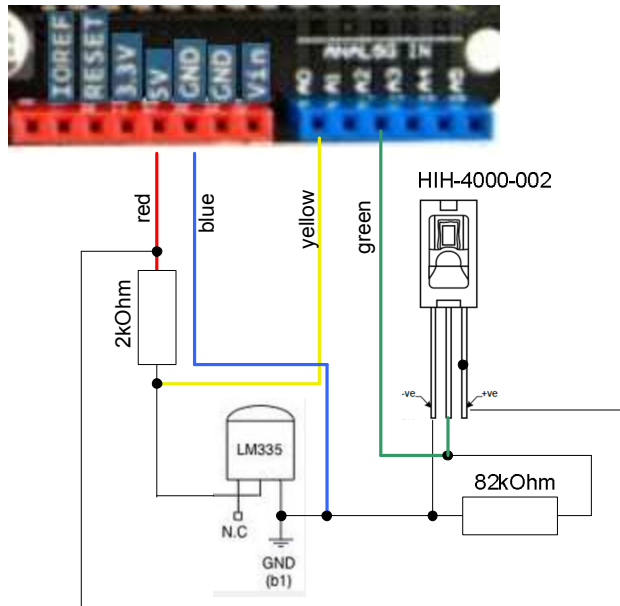

Рис. 8. Подключение датчика температуры LM335 к 1-му входу ADC (A0) и датчика влажности НН-4000-002 к 3-му входу ADC (A2).
1. Подключите два датчика температуры к первому и второму входам АЦП (А0 и А1) и четыре датчика влажности к остальным входам по схеме показанной на Рис. 8.